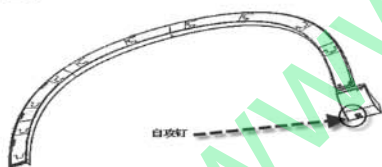

图 6-3-1 前轮眉的拆卸示意图
- (1) 将轮眉与左右前轮挡泥板共用的自攻钉用十字起拆下, 如图 6-3-1 所示;
- (2) 剩下为卡脚和卡扣配合, 由靠近保险杠位置开始拆卸, 依次往外方向(垂直车门方向)拉出;